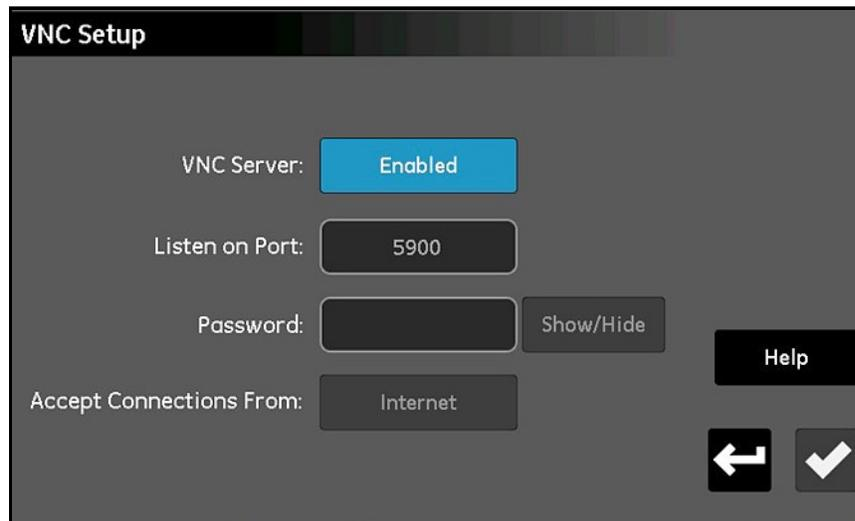

Figura 72: Pantalla de configuración de VNC
1. En la pantalla *Menú Configuración* (consulte la *Figura 52 en la página 57*), pulse el botón **VNC** para abrir una pantalla *Configuración de VNC* similar a la de la *Figura 72*.